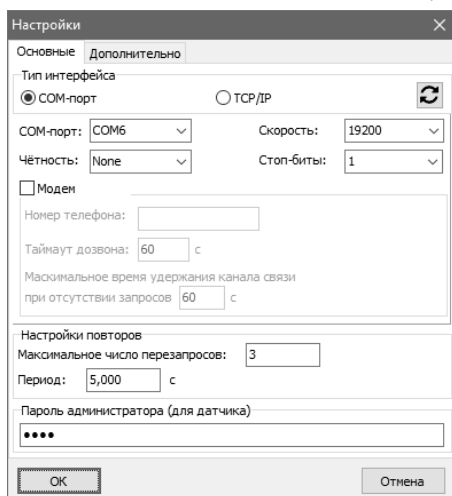

Рисунок 32 – Окно «Настройки»
3.10.9 Для настройки адаптера в режиме виртуального COM-порта необходимо выбрать порт, назначенный для модуля «MiiNePort E1». В главном меню окна программы «Настройка датчиков и вторичных приборов» выбрать пункт «Опции» → «Настройки...», либо на клавиатуре нажать клавишу «F9», либо на панели инструментов нажать иконку . На экране отобразится окно «Настройки» (рисунок 32).